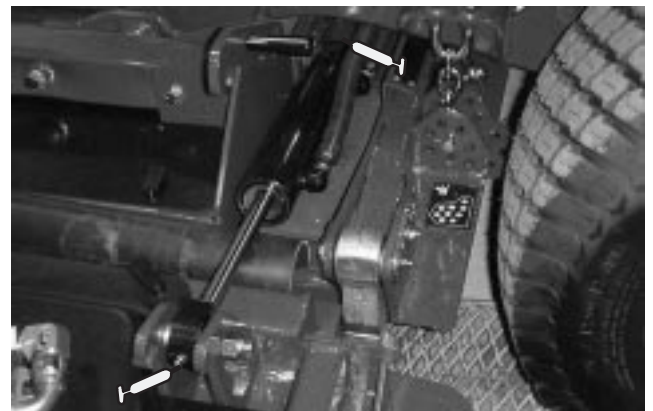

Bild 41
- Seitliche Hubzylinder (4) (Bild 41)